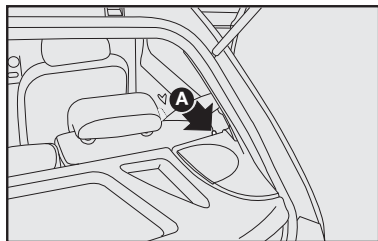

fig. 82
3) Desengatar o encosto, movendo as alavancas laterais **A-fig. 82** no sentido da seta.
Para isso, destravar a alavanca da direita ou da esquerda **A-fig. 82** e rebater para a frente o encosto até obter uma única superfície de carga.